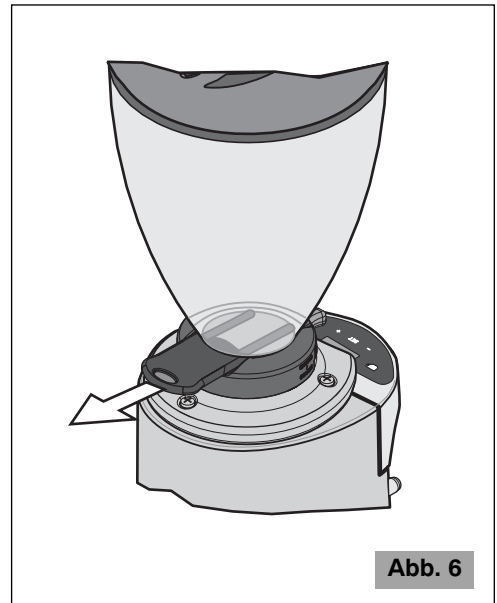

Abb. 6
**!** **Vergewissern Sie sich, dass der Kaffeebohnenbehälterverschluss des Kaffeebohnenbehälters vollständig bis zum Anschlag offen ist (letztes Einrasten) (siehe Abb. 6).**